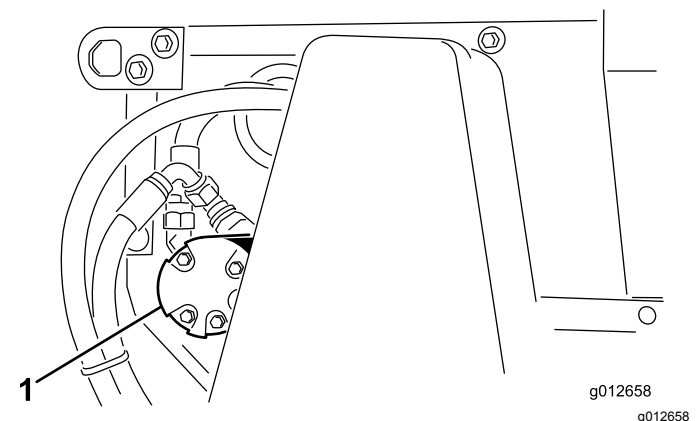

Figura 41
2. Afloje las tuercas que sujetan el motor del cepillo (Figura 41) al lado izquierdo de la máquina.